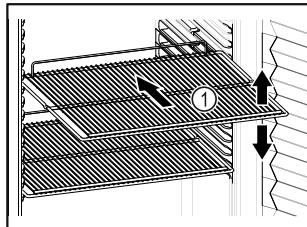

Fig. 78 Príklad zobrazenia
- Ak sa dajú odkladacie rošty Fig. 78 (1) premiestniť, prispôsobte výšku.